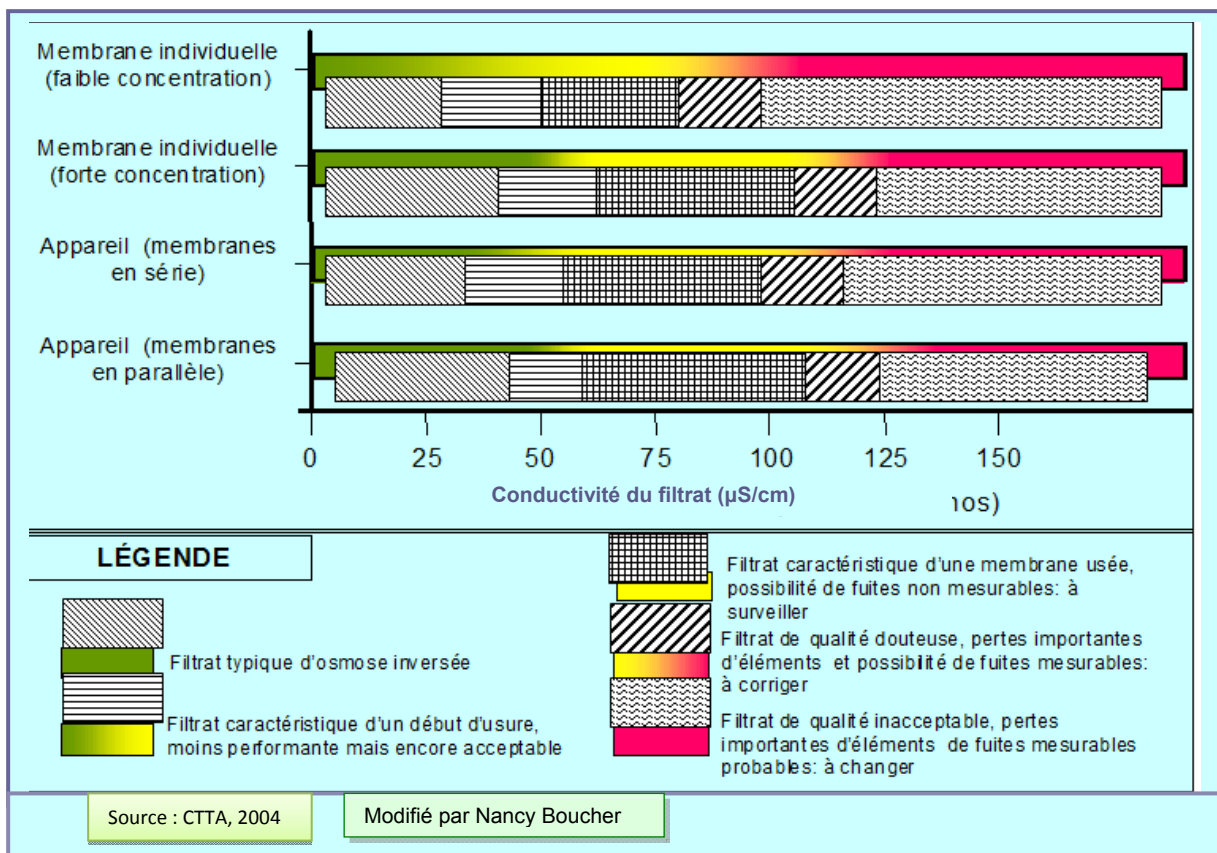

Figure 20 : Illustrations des seuils critiques relatifs à la conductivité électrique du filtrat d'un concentrateur et la grille d'interprétation.
- **se référer** à la grille d'analyse et d'interprétation du fabricant si disponible, si elle est non disponible, consulter celle de la **figure 20**.
1. La figure 20, ou l'équivalent, est l'outil de base le plus approprié pour prendre une décision à partir de la conductivité électrique du filtrat.
(voir **Annexe 4**) qui servira de document d'analyse tout comme celui de la **figure 20**. Ce dernier, par contre, demeure le document de référence pour la grande majorité des cas.